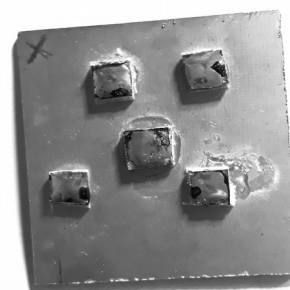

Figure 5: potentiels collés sur la masse
7. Soudez le condensateur variable. Le condensateur variable à trois pattes. Sur la Figure 8 ci-dessous, on voit les trois pattes du condensateur. Les broches entourées d'un cercle gris doivent être reliées à la masse (donc soudées sur la plaque de cuivre). La patte entourée en noir (et composée de plusieurs petites languettes) doit être reliée au potentiel du haut à droite (voir Figure 5) .